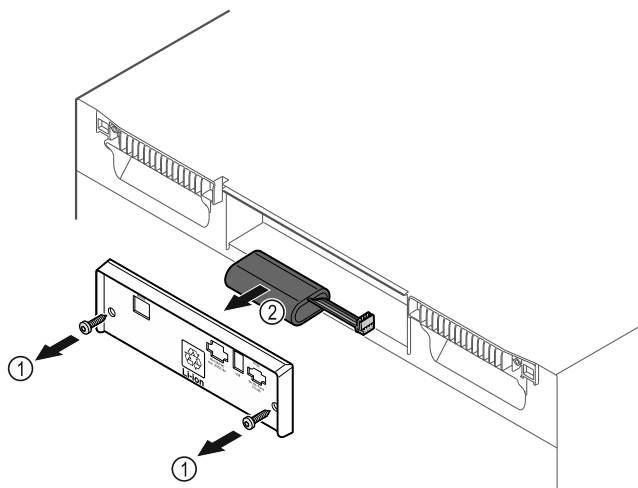

Fig. 201
- ▶ Skru skruerne ud, og fjern afdækningen på bagsiden af apparatet Fig. 201 (1).
- ▶ Tag batteriet af forbindelsen, og tag det ud Fig. 201 (2).